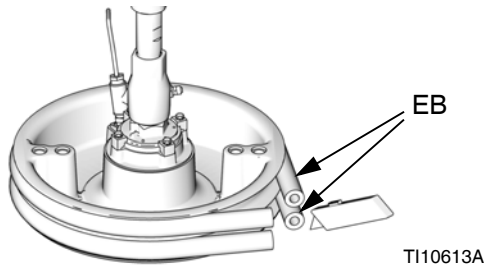

FIG. 15
1. Para sustituir rascadores desgastados o dañados (EB), levante el plato para sacarlo del bidón. Retire el bidón de la base. Recoja y seque el fluido del plato.
2. Corte los rascadores superior e inferior con una cuchilla y quítelos del plato. Vea la FIG. 15.